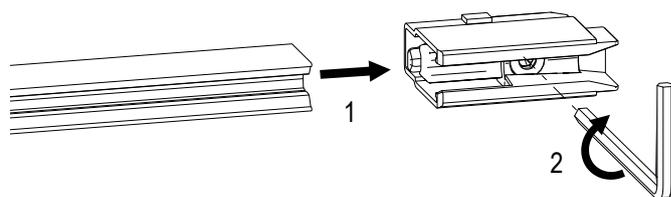

Abb. 7: Endkappe auf Schleifleitung aufstecken und Schraube anziehen
- Endkappen an den Schienenenden montieren, Einspeiseklemme auf Kupferschiene aufschieben, Endkappen aufstecken und dann die Klemmschrauben mit Innensechskant anziehen (2 Nm) (Abb. 7). Auf Farbkodierung achten: Grüne Endkappen auf PE Schutzleiterpol anbringen. Auf Phasen und Datenpolen schwarze Endkappen anbringen